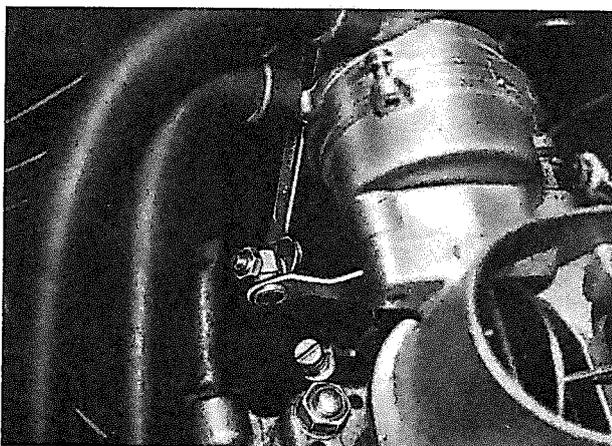

Bild 16
11. Liegt die Drehzahl über 2900 bzw. 3200 U/min, wird die untere Mutter gelöst und die obere nachgezogen (Gestänge verkürzt!). **Bild 16**